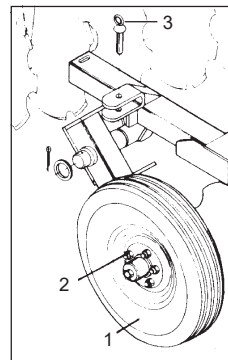

FIGURA 11
21 - Colocar el perno de traba de la rueda (3) en la armazón, conforme **Figura 11.**